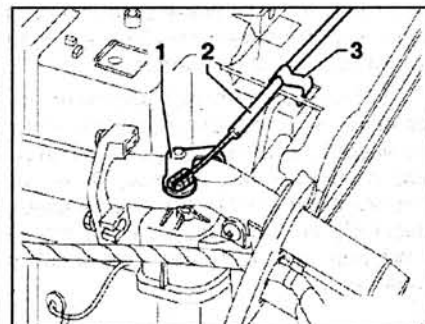

Рис. 8.76. Удерживая рычаг 1, закрепите трос 2 фиксатором 3.
5. Удерживая рычаг 1, закрепите трос 2 фиксатором 3 (рис. 8.76). Вращая регулятор температуры, убедитесь, что положения «холодный» и «горячий» достигаются регулировочным клапаном.